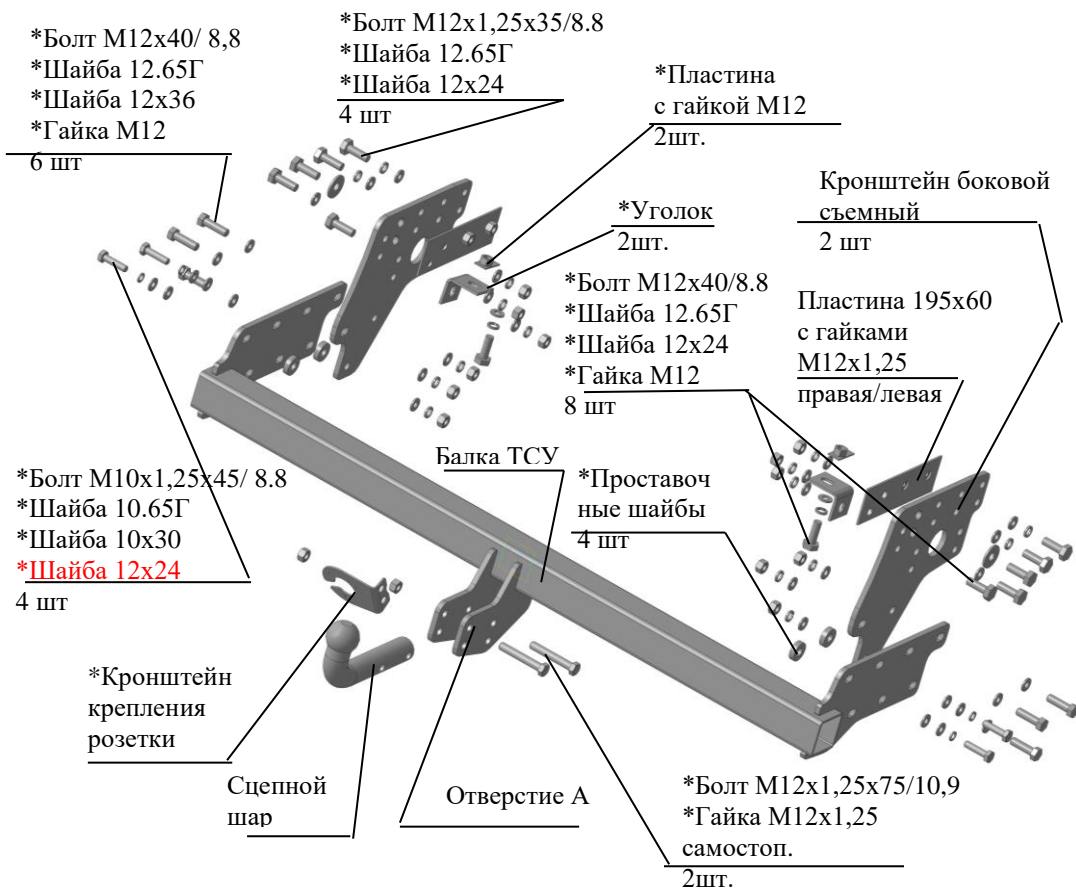

Рис.1 Тягово-сцепное устройство 7115.
2.1 ТСУ 7115 в сборе (рис.1)	1 шт.
2.2 Пакет с комплектующими (см. рис.1)+защитный колпак	1 шт+1 шт.
4.5 Закрепить балку ТСУ к боковым кронштейнам болтами М12х40 и крепежом соответственно рис.1. В зависимости от длины кузова и наличия бампера – выберите оптимальное положение балки ТСУ.
4.7 Закрепить сцепной шар и кронштейн крепления розетки к кронштейнам шара крепежом соответственно рис.1
4.8 Для автомобиля с бампером установите проставочные шайбы между кронштейнами бампера и кронштейнами ТСУ. (см.рис.1)